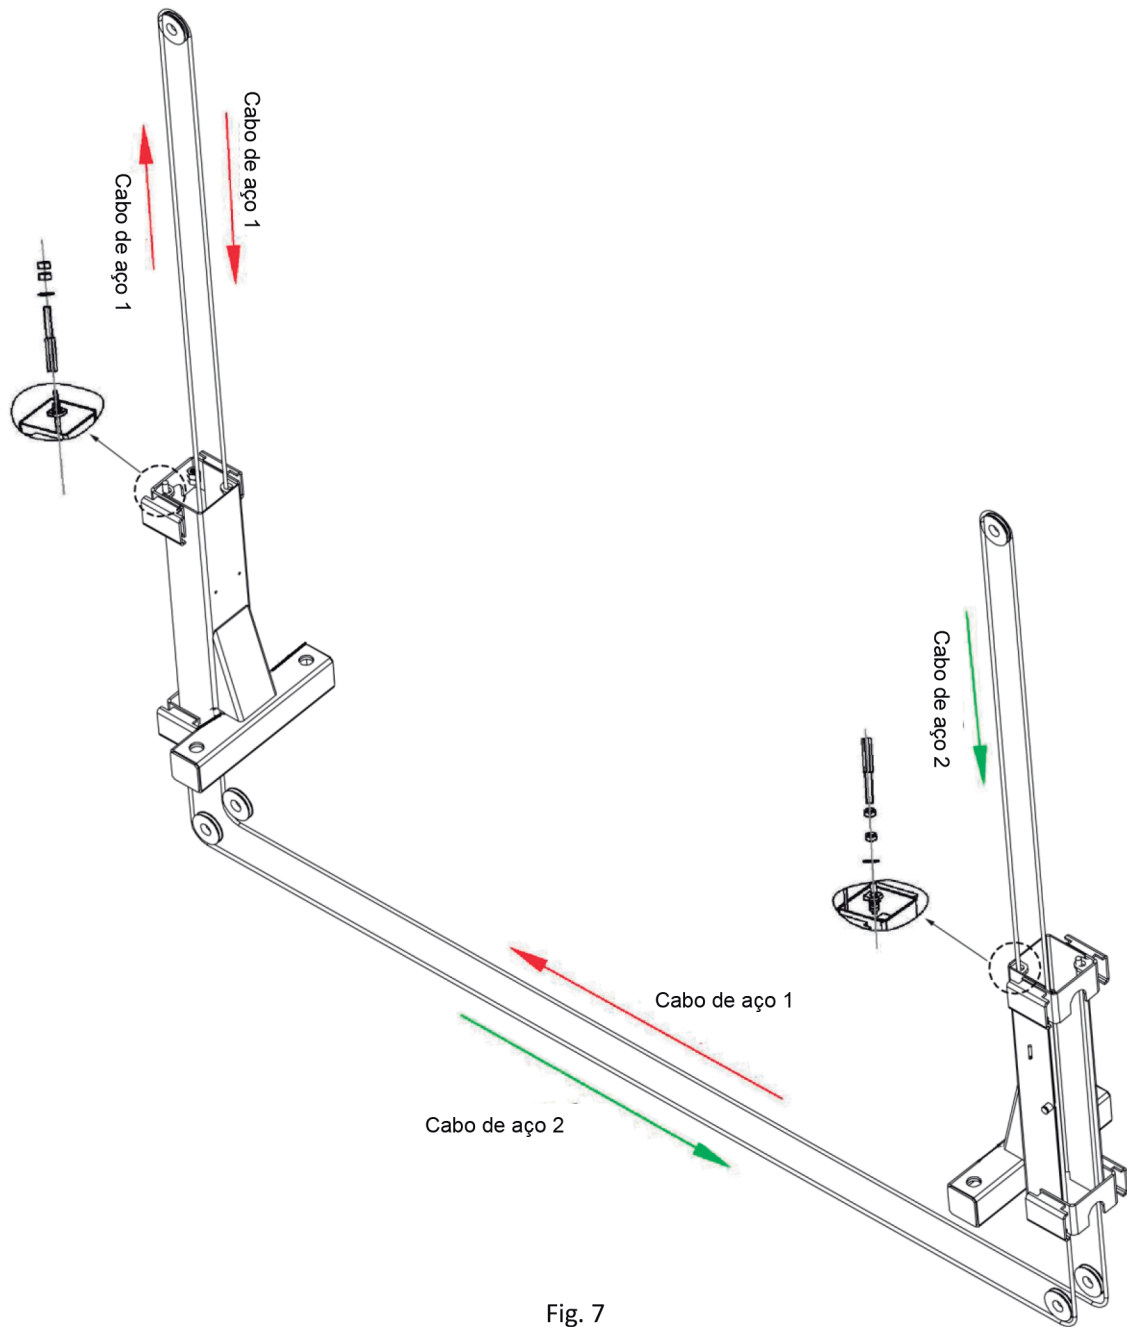

Fig. 7
Passo 6: Conecte os cabos de aço. (Fig 7)